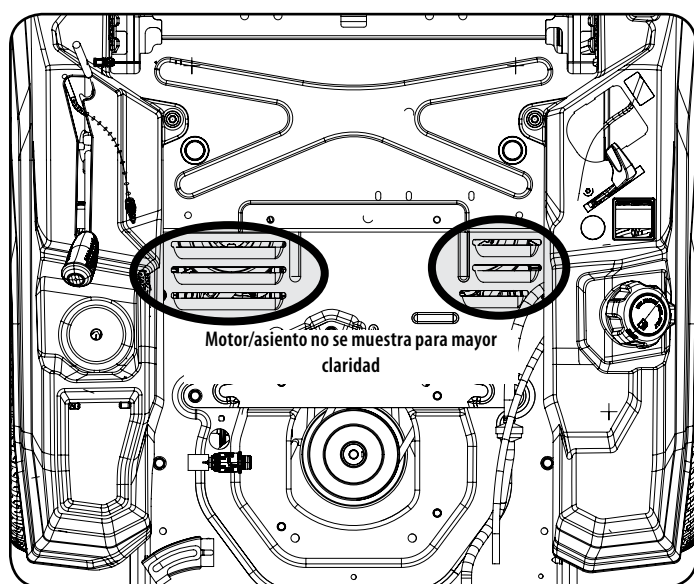

Figure 2
- Clean bajo el capó. Colector de escape, alrededor de fusibles, todo el cableado y arneses, tubo silenciador, escudo de silenciador, pantallas de admisión del motor y las aletas de refrigeración, etc. Vea la Figure 2.